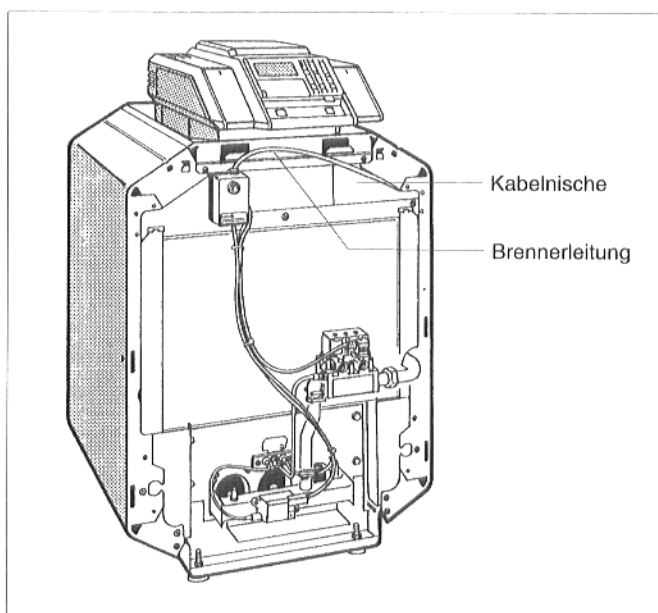

Abb. 14: Brennerleitung
- Brennerleitung durch die Kabelnische unter der vorderen Kesselhaube zur Anschlußseite des Regelgeräts führen (Abb. 14).